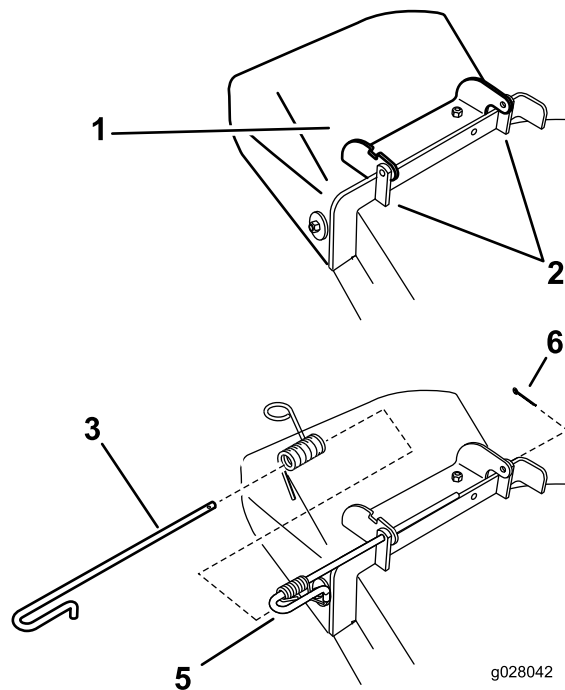

Figure 77
3. Positionnez le nouvel ensemble déflecteur d'éjection en plaçant les extrémités du support entre les supports soudés du plateau, comme illustré à la Figure 77.
1. Retirez la goupille fendue au bout de la tige (Figure 77).
2. Désengagez le ressort du cran dans le support de déflecteur et sortez la tige des supports soudés du plateau, du ressort et du déflecteur d'éjection (Figure 77). Enlevez le déflecteur s'il est endommagé ou usé.
7. Remplacez la goupille fendue au bout de la tige (Figure 77).